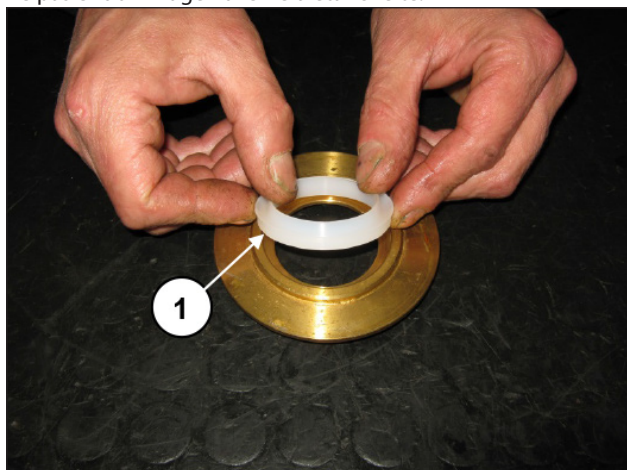

Fig. 121
Calibrer les vis à l'aide d'une clé dynamométrique, en suivant les explications du paragr. 3 "FORCES DE SERRAGE DES VIS". Monter le racleur dans le logement sur le support (rep. ①, Fig. 121) en utilisant, au besoin, un tampon et en ayant soin de ne pas endommager la lèvre d'étanchéité.